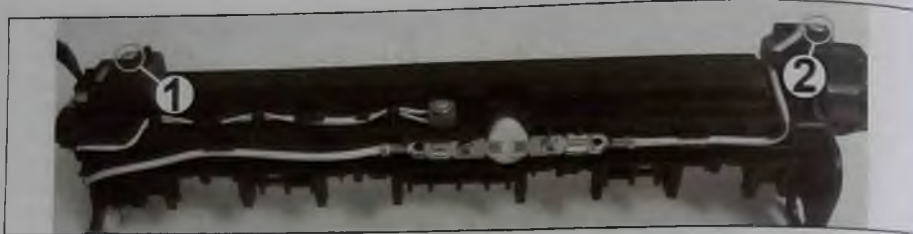

Рис. 40
1. Располагают первую половину узла термозакрепления термopедохранителем к себе, термистором вверх. Откручивают два самореза (1 и 2 на рис. 40) крепления левой и правой боковых крышек лампы.